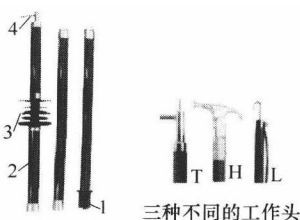

图 1-1 绝缘棒
(1) 绝缘棒（绝缘拉杆、绝缘操作杆）
① 绝缘棒俗称令克棒，用以操作高压跌落式熔断器、单极隔离开关、柱上油断路器及装卸临时接地线等，结构见图 1-1。在不同工作电压的线路上所使用的绝缘棒可按表 1-7 选用。